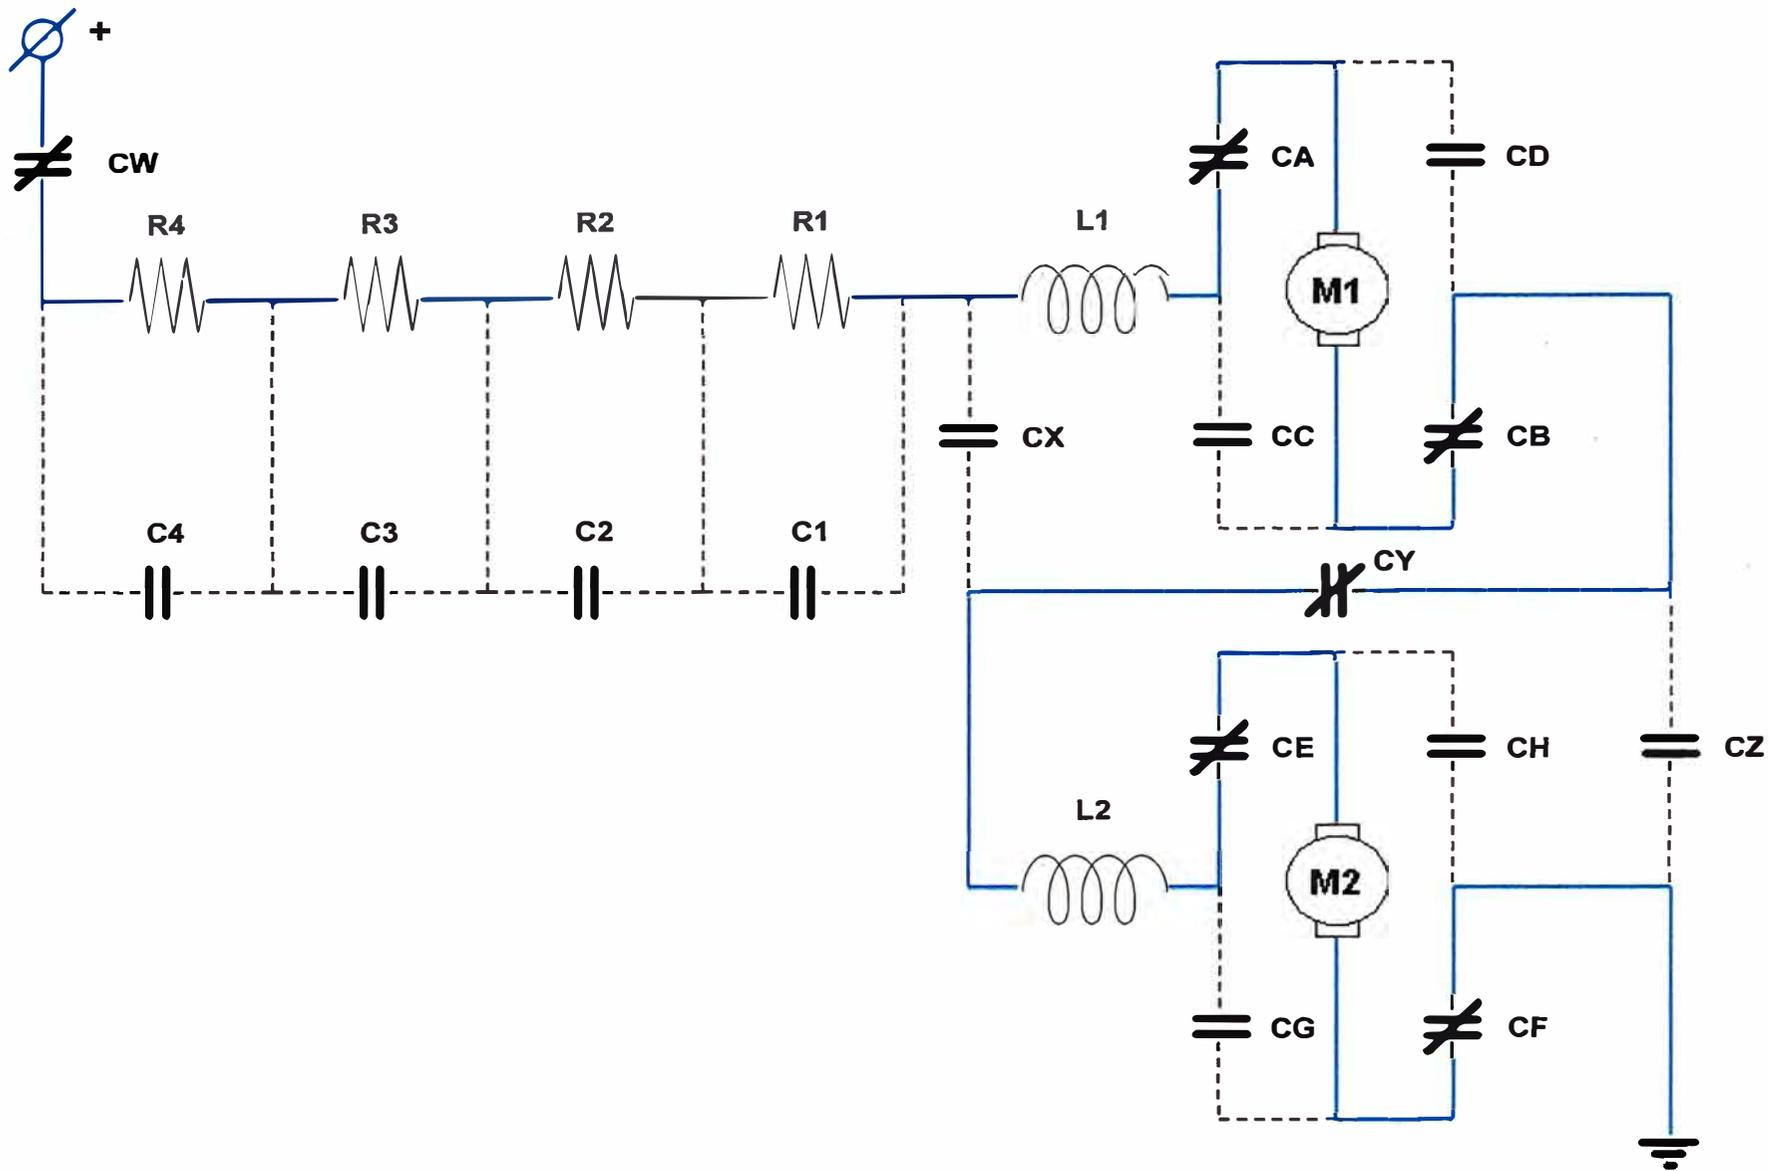
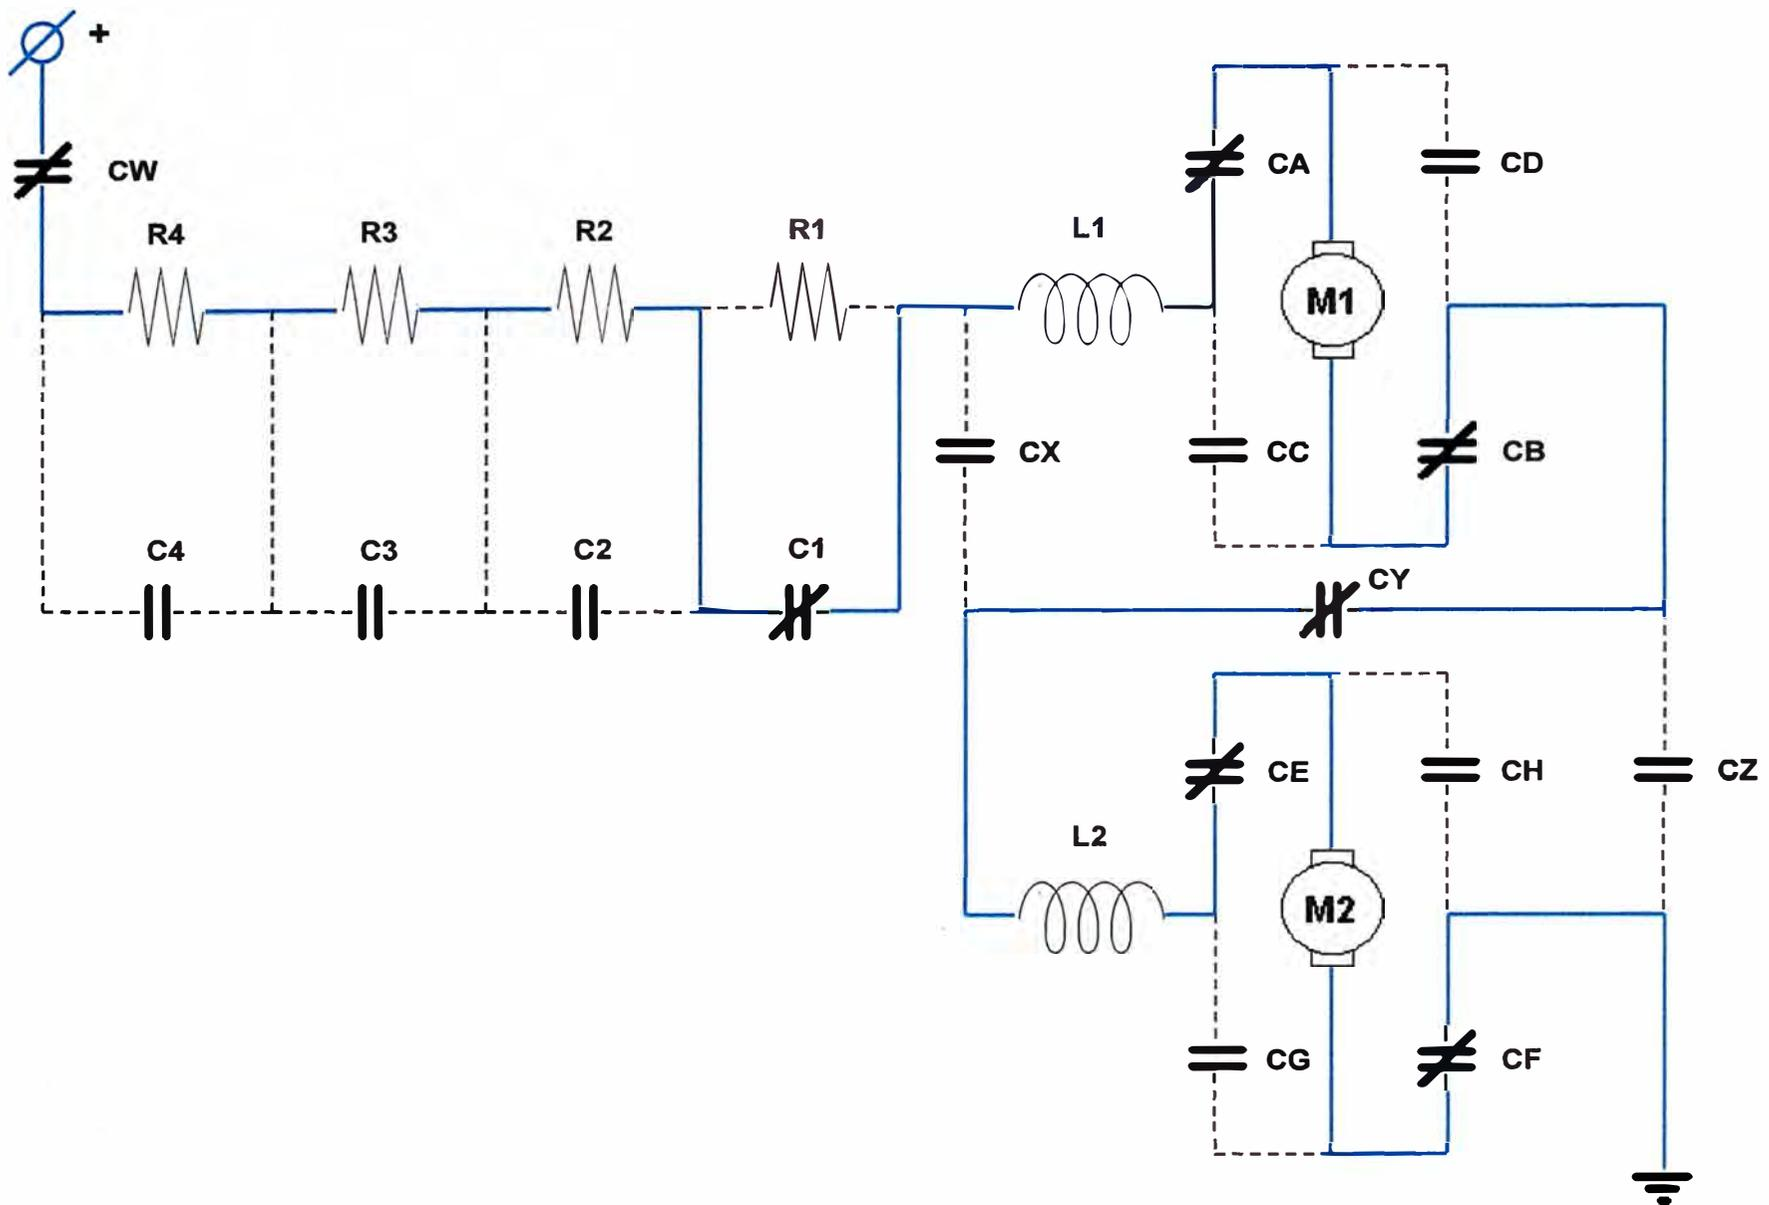
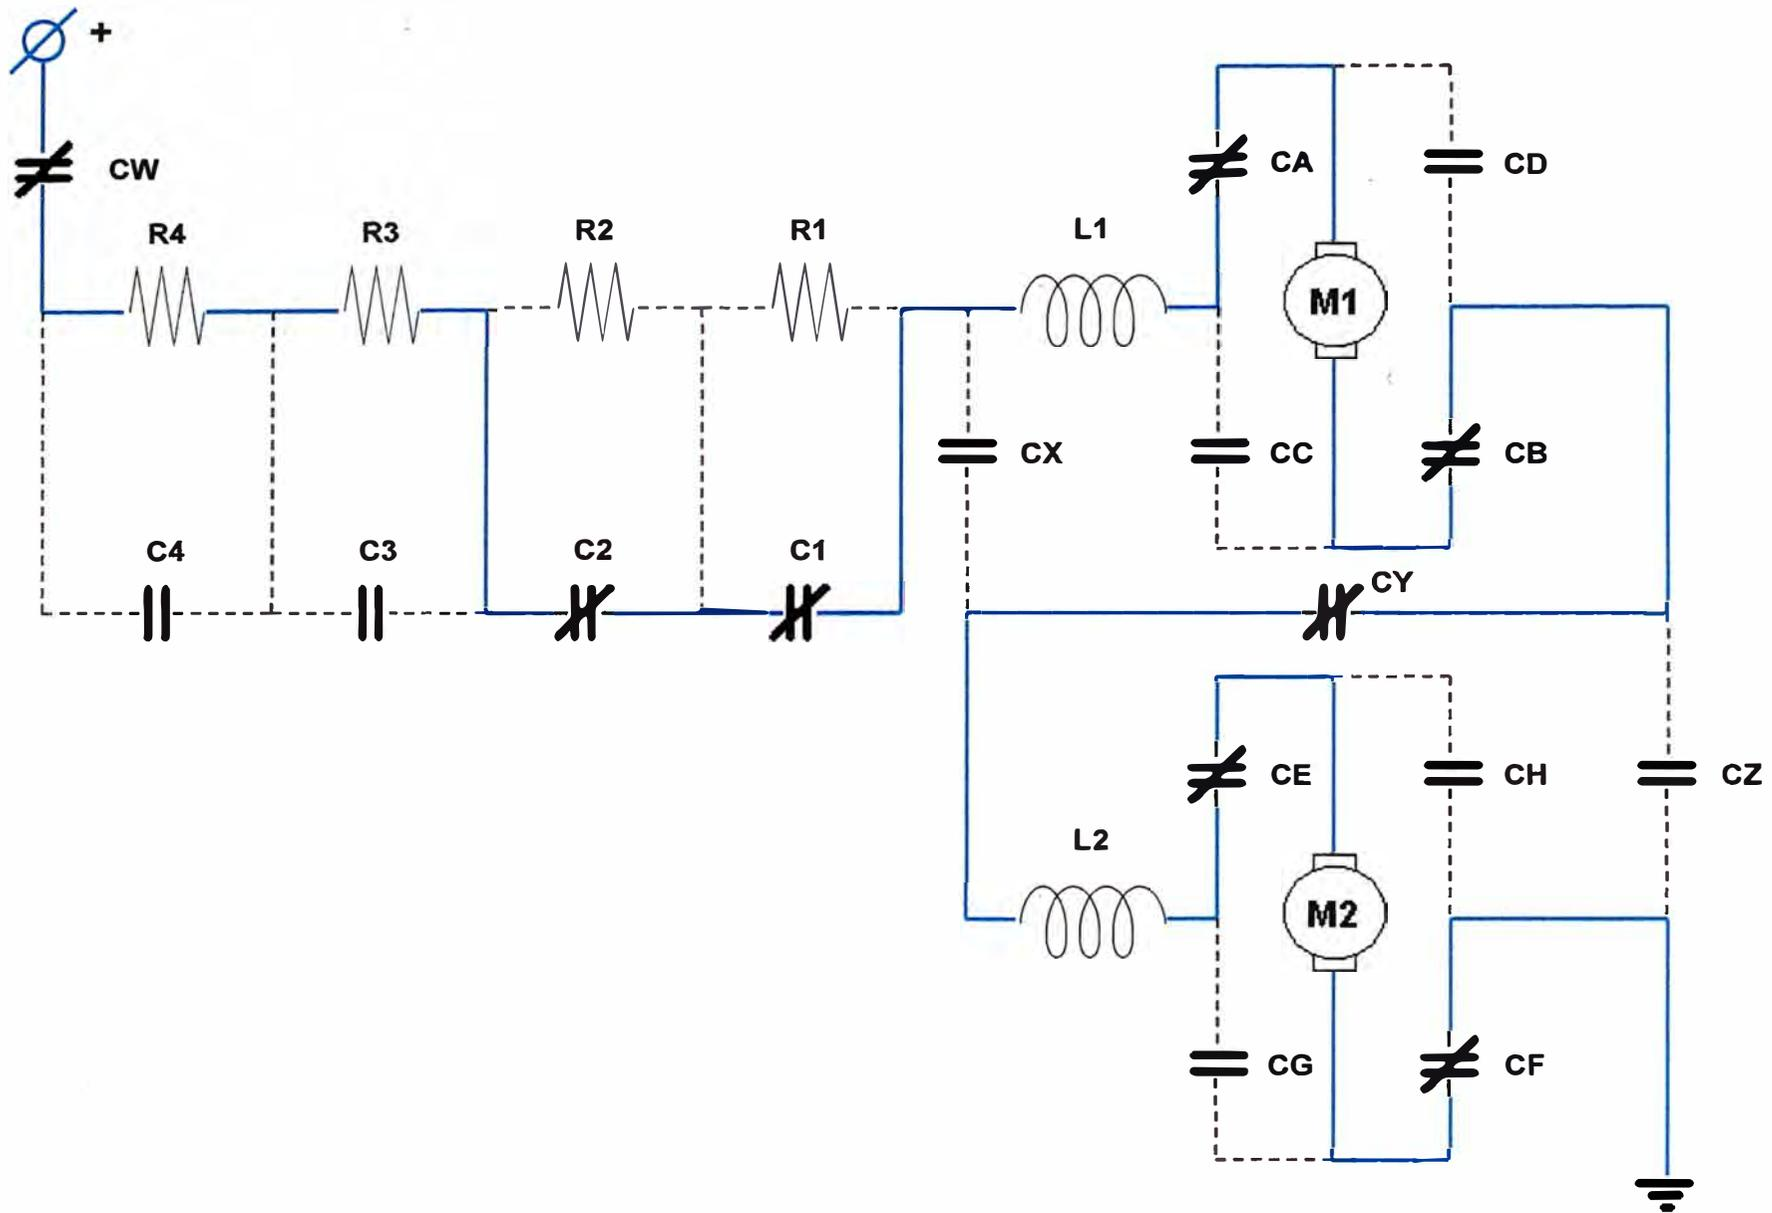

Figura 2.2: Control de velocidad serie de motores serie de corriente continua – Velocidad 1
Figura 2.3: Control de velocidad serie de motores serie de corriente continua – Velocidad 2
Figura 2.4: Control de velocidad serie de motores serie de corriente continua – Velocidad 3
- El primer nivel agrupará las velocidades 1, 2 y 3 (ver Figuras 2.2, 2.3 y 2.4), mostradas en la tabla y las secuencias de control correspondientes serán efectuadas automáticamente. En la velocidad 1 (ver Figura 2.2) los motores serie se encuentran conectados en serie entre ambos y con la totalidad de resistencias (04 en total) conectadas también en serie con ellos. En la velocidad 2 (ver Figura 2.3) los motores serie se encuentran conectados en serie entre ambos y ahora sólo 03 resistencias (de las 04) permanecen conectadas también en serie con ellos. En la velocidad 3 (ver Figura 2.4) los motores serie se encuentran conectados en serie entre ambos y ahora sólo 02 resistencias (de las 04) permanecen conectadas también en serie con ellos.